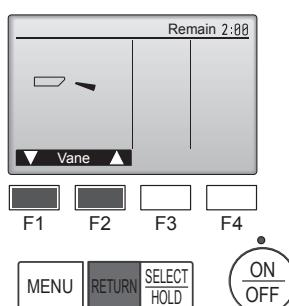

Fig. 7-4
(2) Appuyez sur la touche [SELECT/HOLD] (SÉLECTION/EN ATTENTE) pour afficher l'écran de fonctionnement du volet puis appuyez sur les touches [F1] et [F2] pour contrôler le volet automatique. (Fig. 7-4)